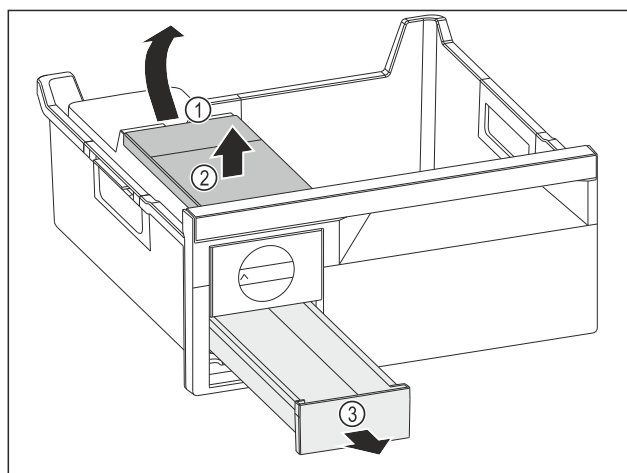

Fig. 135
- ▶ Retirer le réservoir d'eau : Soulever le réservoir d'eau hors de l'évidement Fig. 135 (1).
- ▶ Retirer le réservoir d'eau Fig. 135 (2) vers le haut.
- ▶ Retirer le compartiment à glaçons Fig. 135 (3) vers l'avant.